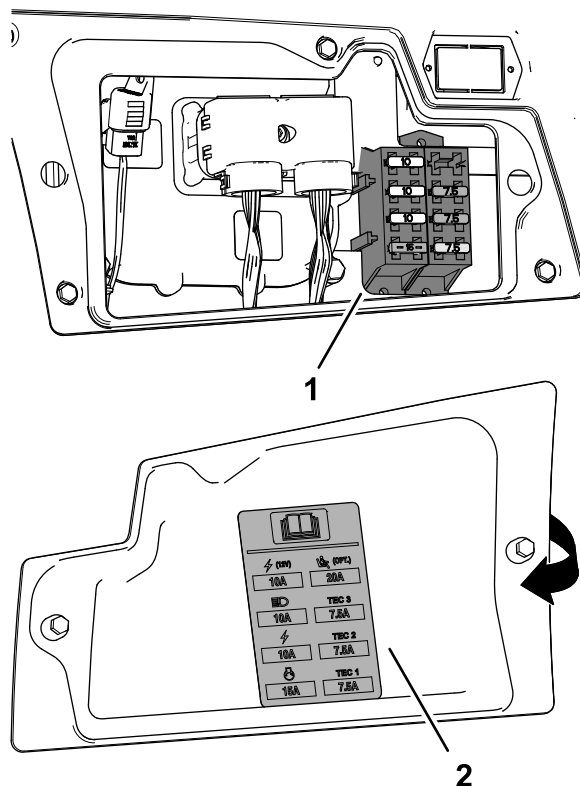

Figura 134
3. Înlocuiți siguranța deschisă (Figura 134) cu același tip de siguranță, având același amperaj.